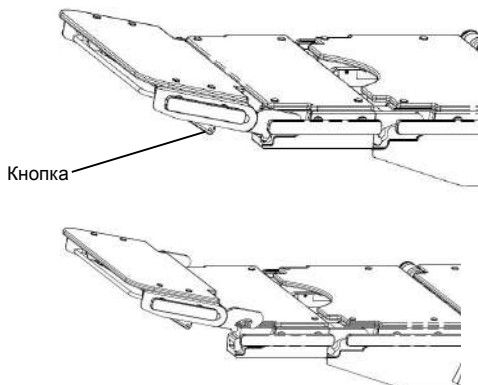

Рис. 2-35. Снятие двухшарнирной головной секции
2. Поднимите двухшарнирную головную секцию и вытащите ее, как показано на Рис. 2-35..